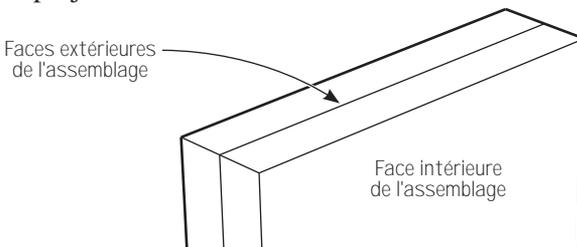

Figure 4 : Placer les planches face contre face, soigneusement alignées pour le traçage. Il est conseillé de les serrer ensemble pour éviter qu’elles bougent.
2. Placer les deux pièces à travailler pour que les faces extérieures soient l’une contre l’autre, comme l’illustre la figure 4. Le marquage de chaque pièce et de leurs faces extérieures facilitera la réalisation du projet.